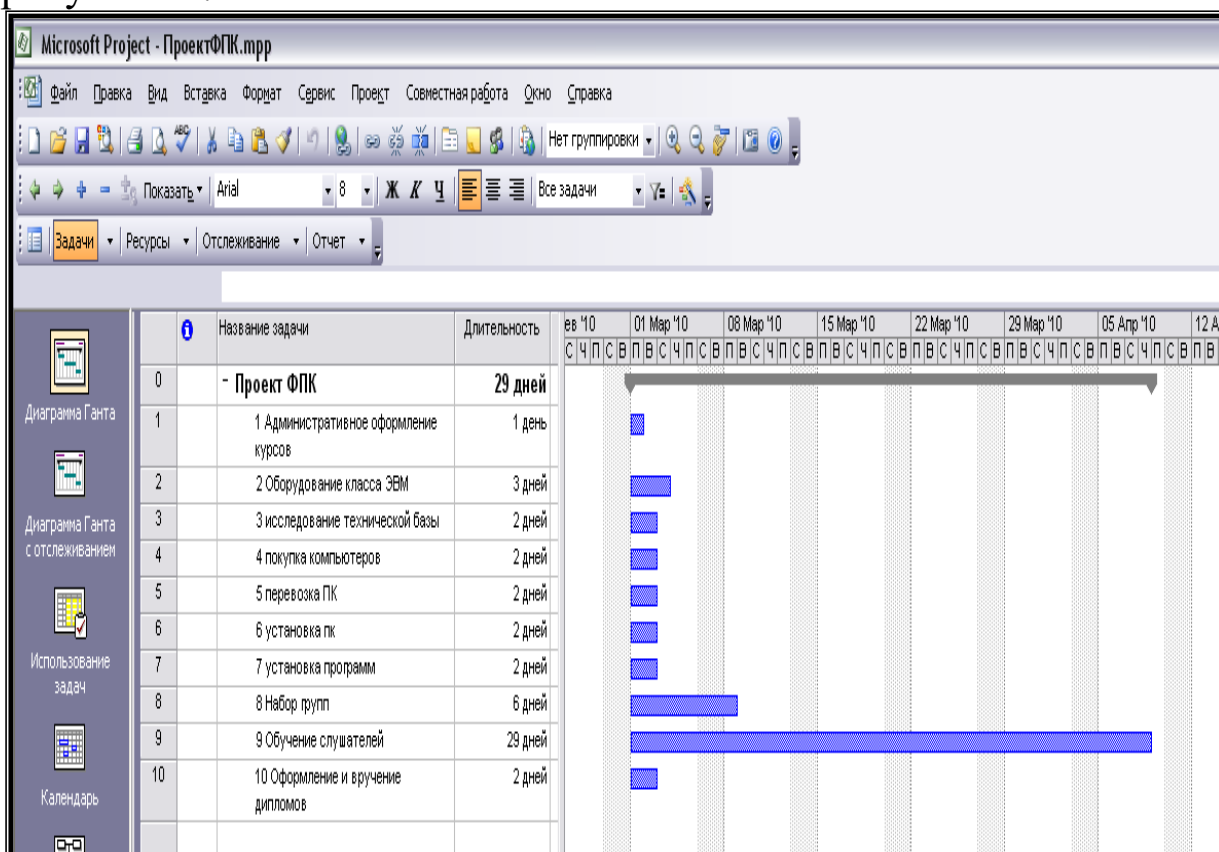

Рис.11. Первоначальный вид проекта
1. Откройте в MS Project проект ФПК, который вы создали на лабораторной работе 1. Не забывайте, что ваш проект отображается в различных представлениях программы. План работ лучше всего составлять (и редактировать) в представлении Диаграмма Ганта (рис.11). Для добавления задачи в план проекта нужно установить курсор в таблицу слева от диаграммы и ввести название задачи в поле *Название задачи*. После этого символизирующий задачу отрезок появится на диаграмме справа.